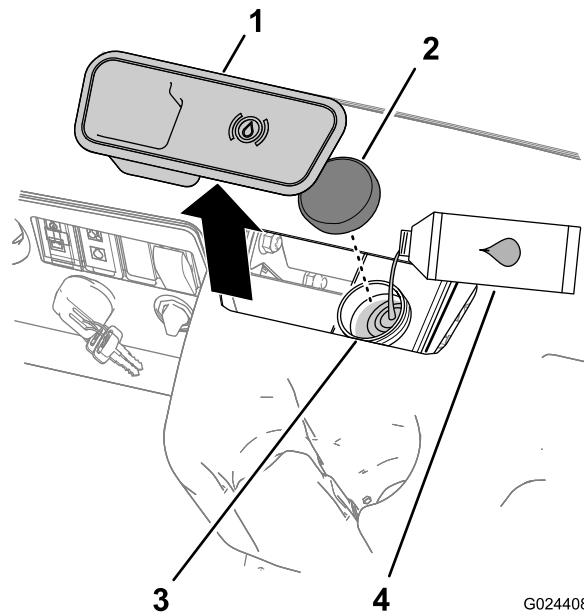

Figura 13
2. Retire el tapón de goma situado encima y en el centro del salpicadero para tener acceso al cilindro maestro y al depósito del líquido de frenos (Figura 13).
| A. Limpie la zona alrededor del tapón del depósito y retire el tapón (Figura 13). | |
| C. Coloque el tapón del depósito (Figura 13). | |